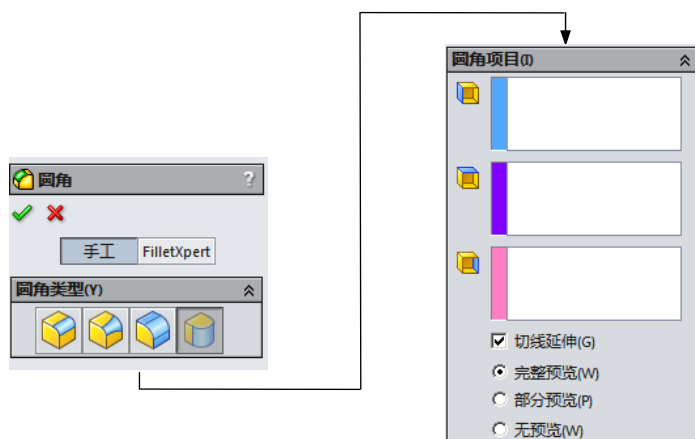

图 3.9.8 “圆角”对话框
Step2. 选择命令。选择下拉菜单 **插入(I)** → **特征(F)** → **圆角(F)...** 命令（或单击“特征(F)”工具栏中的 按钮），系统弹出图 3.9.8 所示的“圆角”对话框。